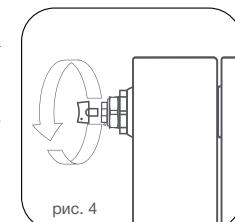

рис. 4
4. Для удаления воздуха из радиатора в верхний коллектор обязательна установка крана Маевского\* или автоматического воздухоотводчика. Для удаления воздуха через кран Маевского необходимо периодически (несколько раз в год) вручную сливать его с помощью специального ключа\* (рис. 4).